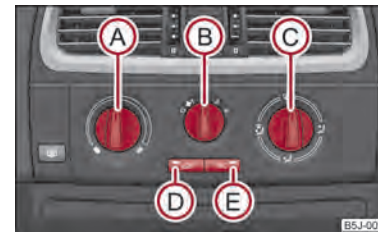

Fig. 75 Climatizzatore: Comandi
Il climatizzatore funziona se l'interruttore  ⇒ fig. 75  è premuto e se risultano soddisfatte le seguenti condizioni:
- Ruotare la manopola  ⇒ fig. 75 in senso orario per aumentare la temperatura.
- Premere il tasto   ⇒ fig. 75. La spia nel tasto si illumina.
- Elementi di comando (A), (B), (C) e il tasto (D) e (E) → fig. 75.
- Premere il tasto (C) (D) → fig. 75, la spia nel tasto si accende.
Se la manopola  si trova in posizione  ⇒ fig. 75, il ricircolo si disinserisce automaticamente. Premendo ripetutamente il tasto  è possibile reinserire il ricircolo anche in questa posizione.